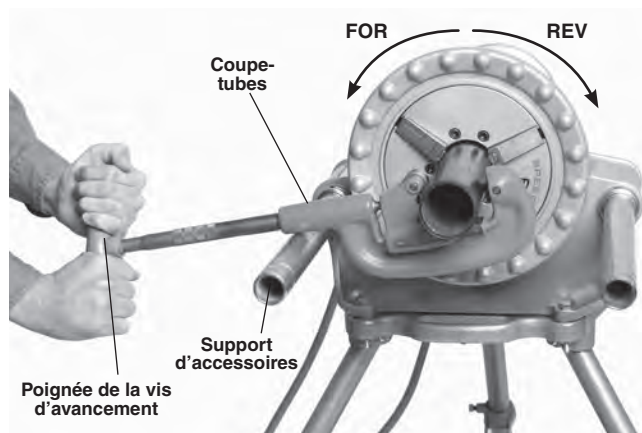

Figure 15 – Coupe de tuyau avec coupe-tubes manuel / Rotation de l'appareil (garder le coupe-tubes en appui contre le support)
- Mettez le commutateur REV/OFF/FOR en position FOR. Appuyez momentanément sur la pédale de commande. Vu de l'avant de l'appareil, le mandrin devrait tourner en sens antihoraire (*Figure 15*).
Retirez le chariot n° 311 avant d'utiliser le 300 Power Drive avec des outils de coupe, d'alésage ou de filetage manuels sur le tuyau. Assurez-vous que le support côté commutateur est entièrement déployé à l'avant du système d'entraînement (Figure 15).
1. Ouvrez le coupe-tubes en tournant sa vis d'avancement en sens antihoraire. Positionnez-le avec son ouverture vers le haut comme indiqué à la Figure 15, puis alignez son galet de coupe avec le marquage tracé sur le tuyau. La coupe de tuyaux filetés ou endommagés risque d'endommager le galet de coupe.